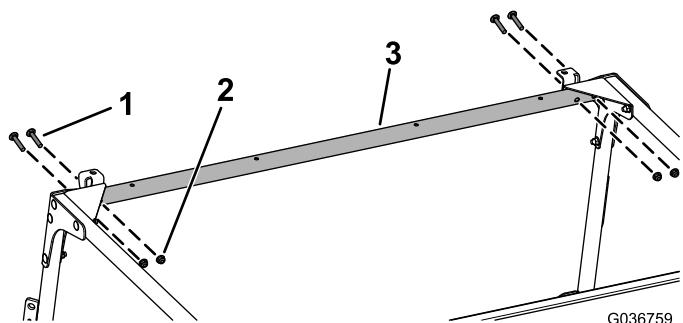

图30
9. 如图30所示用4个托架螺栓5/16 x 1 $\frac{3}{4}$ 英寸和4个凸缘螺母5/16 英寸将前交联松松地安装到前安装支架和角撑板上。